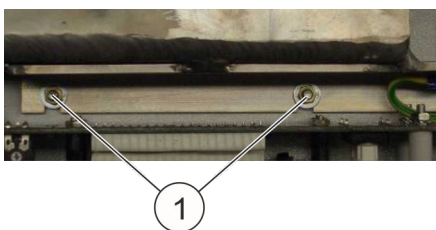

Fig. 50: Fissaggio del serbatoio
- 11.** ➤ Rimuovere i dadi M3 (Fig. 50/1) del fissaggio serbatoio con una chiave a tubo da 5,5 mm.